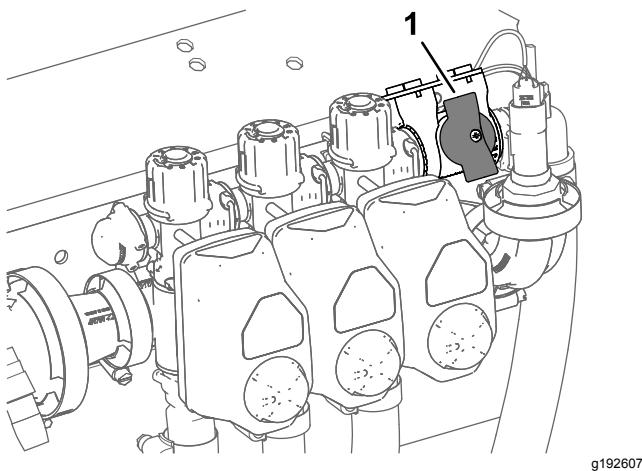

Bild 40
- Stellen Sie für Maschinen im Dosierungsmodus sicher, dass das Handrad für das Abstellventil des Sicherheitsventil des Abschnitts in der geschlossenen Stellung ist (Bild 40).
5. Stellen Sie für Maschinen im Dosierungsmodus sicher, dass das Abstellventil des Sicherheitsventil des Abschnitts geschlossen ist (**Bild 40**).